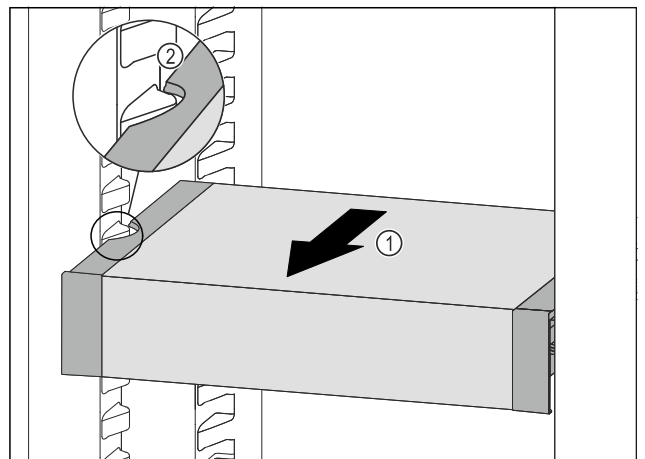

Fig. 54
- Tire del VarioSafe hacia delante Fig. 54 (1) hasta que los huecos laterales del VarioSafe se encuentren a la altura de la nervadura del recipiente en el compartimento del frigorífico. Fig. 54 (2)